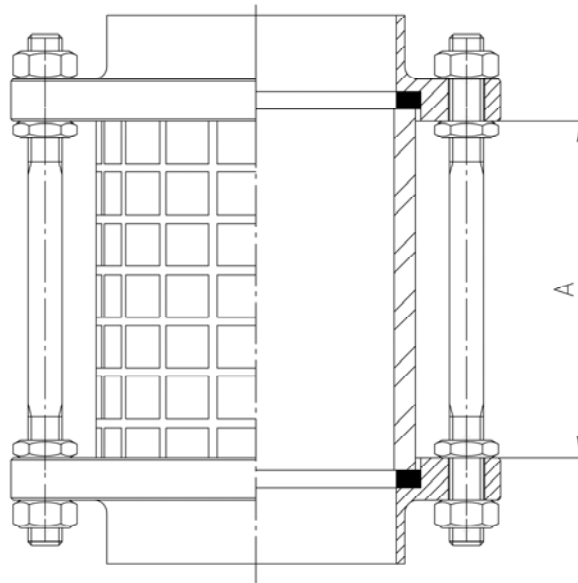

Abb. 2 Schaulaterne Einstellmaß A
- Einstellmaß A (siehe Abb.2) ermitteln.
- Sechskantmutter (7) auf einer Seite abschrauben.
- Anschlussstutzen (1 oder 2), Dichtungen (4) und Glaszylinder (3) axial demontieren.
- Glaszylinder (3) mittig einbauen.
- Bei Undichtheit der Armatur Sechskantmutter (8) lösen und Sechskantmutter (7) gleichmäßig nachziehen.